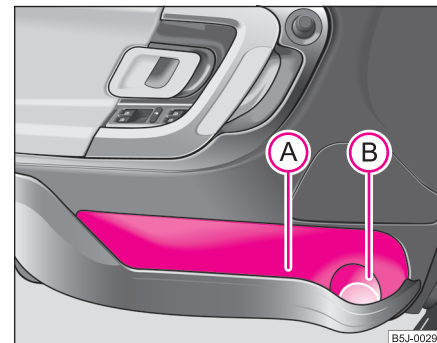

Abb. 88 Ablagefach in
Damit der Wirkungsbereich des Seitenairbags nicht beeinträchtigt wird, verwenden Sie den Bereich (A) ⇒ Seite 95, Abb. 88 des Ablagefaches nur zum Ablegen von Gegenständen, die nicht herausragen. ■